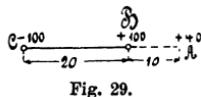

Fig. 29.
121. Welche Kraft übt ein Magnet von 20 [24] (26) cm Länge aus, dessen Enden aus je 100 [200] (1500) magnetischen Einheiten bestehen, auf eine nordmagnetische Menge von 40 [70] (85) (c, g, s) Einheiten, wenn dieselbe 10 [12] (20) cm vom Nordpol des Magneten entfernt ist? (Fig. 29.)